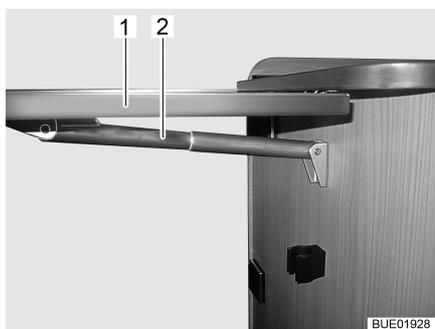

Bild 30 Thekenklapptisch
- Thekenklapptisch (Bild 30,1) unten greifen und mit leichtem Zug aus der Rastung ziehen.
- Tischplatte nach oben schwenken, bis die Fixierung der Teleskophalterung (Bild 30,2) greift. Tischplatte loslassen.